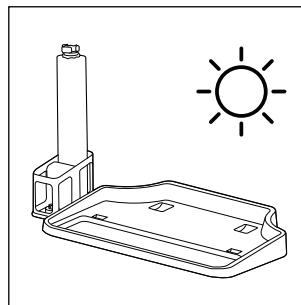

Fig. 38
- ◆ Vous pouvez également placer le rouleau brosse **6** verticalement dans le support pour rouleau brosse **5** de la station d'accueil et de nettoyage pour qu'il sèche (voir fig. 38).